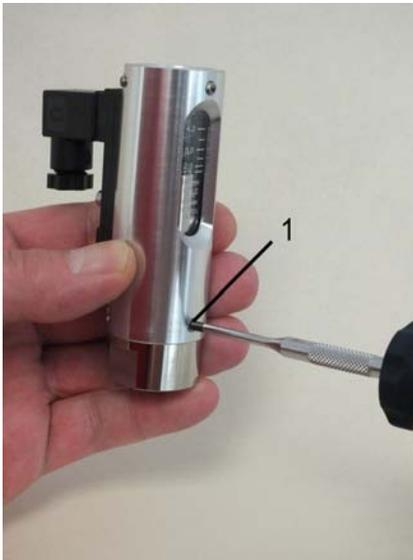

Abb. 35: Schrauben lösen
3. ➤ Gerät mit einer Hand gegen Herausrutschen des Schauglases sichern, mit der anderen die unteren 3 Innensechskantschrauben (Abb. 35/1) lösen